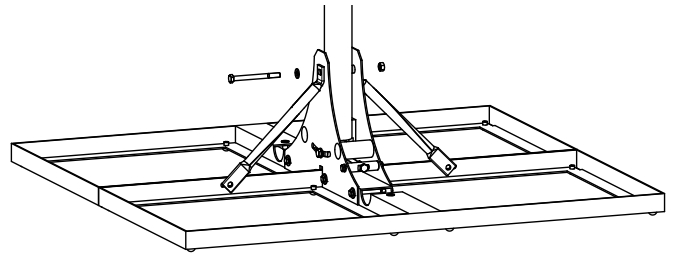

Abb. 4: Stützen befestigen (1)
5. Die beiden Stützen am oberen Teil des Mastfußes mit einer Schraube M10 x 110 mit dem Anzugsdrehmoment von 25 Nm befestigen (Abb. 4).